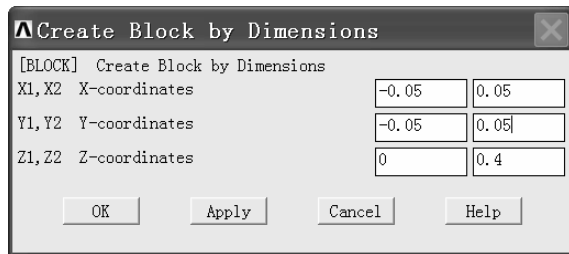

图 2-99 “Create Block by Dimensions”窗口
(3) 依次选择 Main Menu>Preprocessor>Modeling>Create>Volumes>Block>By Dimensions, 弹出“Create Block by Dimensions”窗口(见图 2-99)。在“X1, X2 X-coordinates”后的两个方框中分别输入“-0.05”、“0.05”, 在“Y1, Y2 Y-coordinates”后的两个方框中分别输入“-0.05”、“0.05”, 在“Z1, Z2 Z-coordinates”后的两个方框中分别输入“0”、“0.4”, 单击“OK”按钮, 生成一个方块。